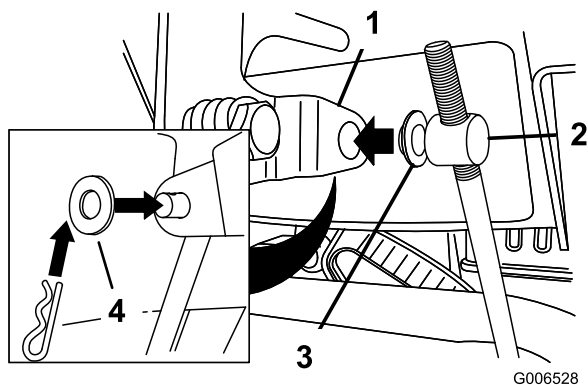

Figure 6
3. Retirez la goupille fendue et la rondelle extérieure du tourillon à l'extrémité supérieure de la tige de commande de vitesse (Figure 6).
Remarque: Pour faciliter l'installation, laissez la rondelle plate sur le tourillon (Figure 6).
6. Soulevez la tige de commande de vitesses et insérez le tourillon dans le trou du levier sélecteur de vitesses (Figure 6).
- B. Désaccouplez le tourillon du sélecteur de vitesses (Figure 6).
- C. Tournez le tourillon vers le bas (sens horaire) sur la tige de commande de vitesse (Figure 6).
- D. Accouplez le tourillon au sélecteur de vitesses (Figure 6).
- C. Tournez le tourillon vers le haut (sens anti-horaire) sur la tige de commande de vitesse (Figure 6).